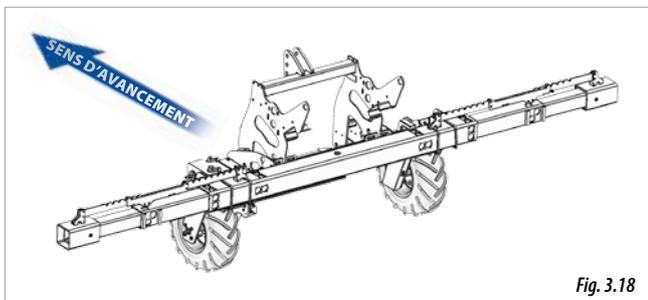

Fig. 3.18
- DOUBLE TÉLESCOPIQUE (Fig. 3.18).